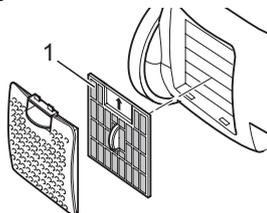

Abb. 20
3. Entnehmen Sie den Ausblasfilter (Abb. 20/1) und ersetzen Sie ihn durch einen neuen (Bestellnummer ▷ Kapitel 8, „Ersatzteile“).